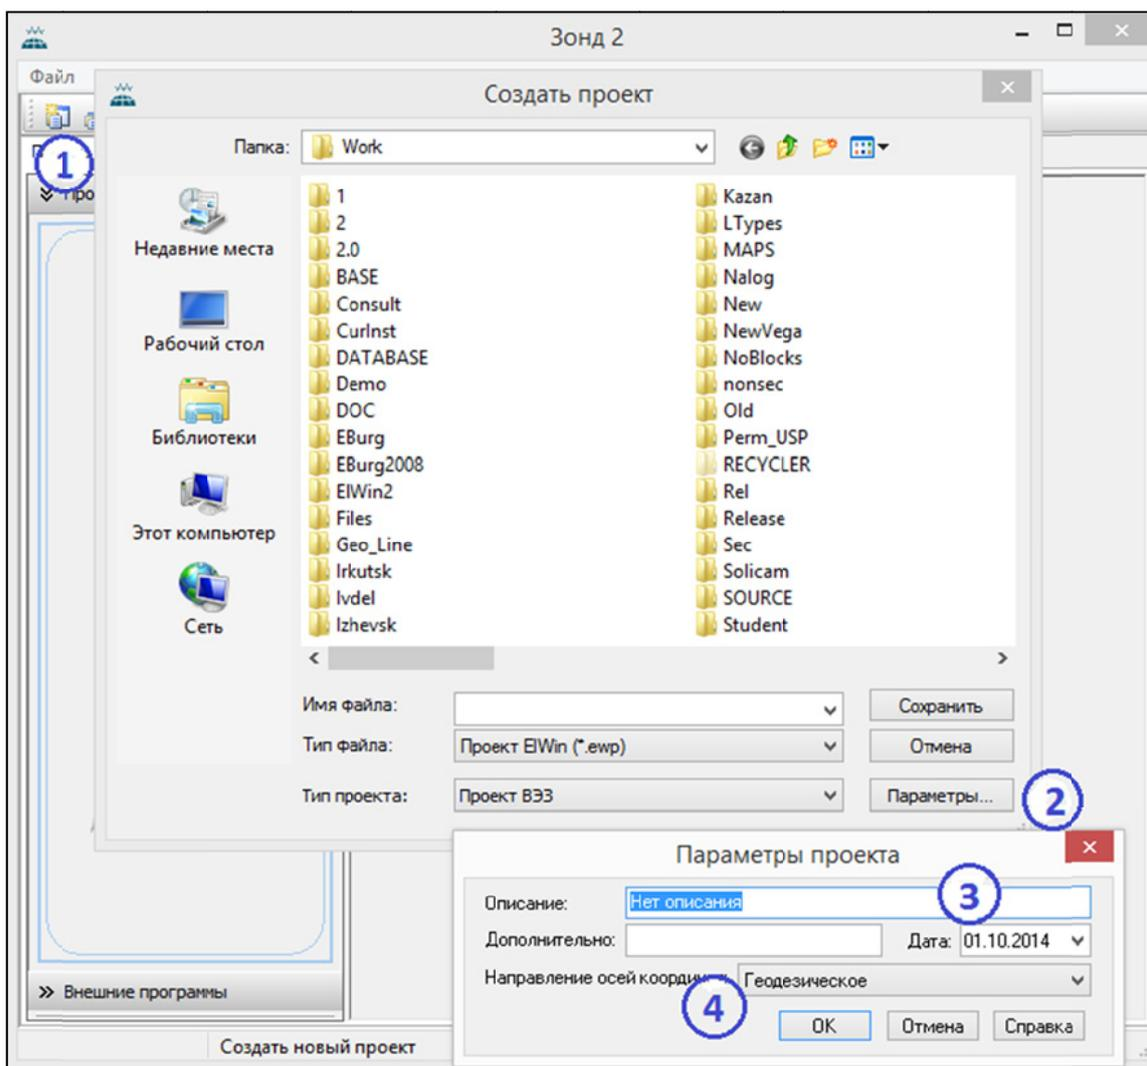

Рис. 3.2. Создание нового проекта
- нажмите на кнопку *Новый проект* в главном меню программы *Зонд 2* (рис. 3.2, цифра 1);